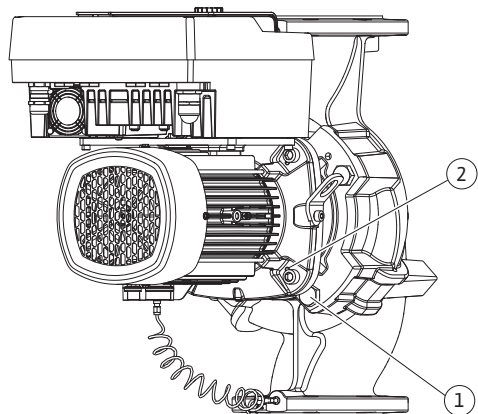

Fig. 101: Éjection du kit embrochable par les trous taraudés (DN 100 ... DN 125)
21. En enlevant les vis (Fig. II, pos. 10), le capteur de pression différentielle se détache également de la bride du moteur. Laisser le capteur de pression différentielle (Fig. I, pos. 8) suspendu avec la tôle de support (Fig. I, pos. 13) au niveau des lignes de mesure de pression (Fig. I, pos. 7). Débrancher le câble de raccordement du capteur de pression différentielle dans le module électronique.
22. Retirer le kit embrochable du corps de pompe. Pour ce faire, utiliser les deux trous taraudés (voir Fig. 101, pos. 1).